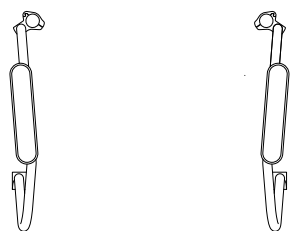

fig. 14
6. Det modsatte er tilfældet, hvis klemmeanordningerne anbringes mere ud til siden, da den bageste sædebredde så øges (fig. 14).